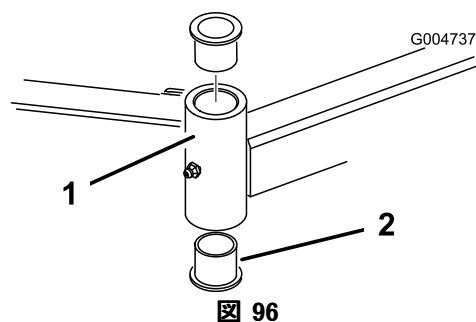

図 96
- ピンポンチを使って、チューブの上または下からブッシュをたたき出す (図 96)。他のブッシュも、同様にしてチューブから取り外す。チューブの内部をきれいに清掃する。